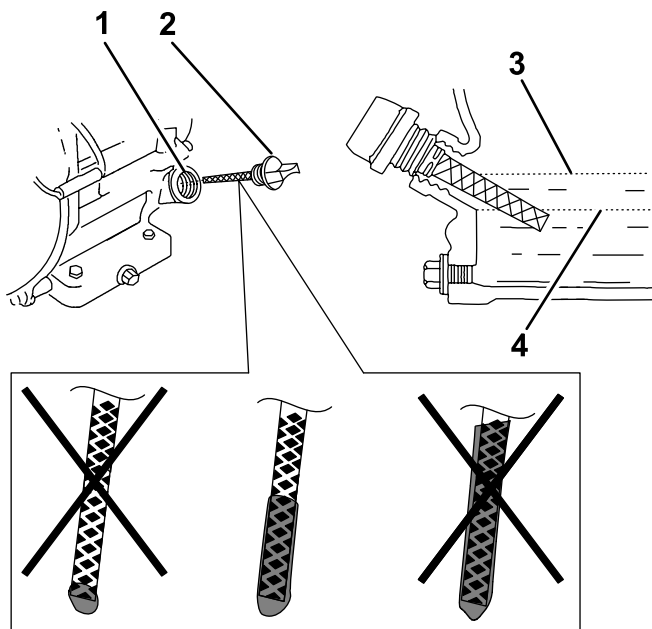

Figura 35
6. Retire la varilla (Figura 35) y vierta aceite lentamente en el orificio de llenado hasta que el nivel de aceite llegue a